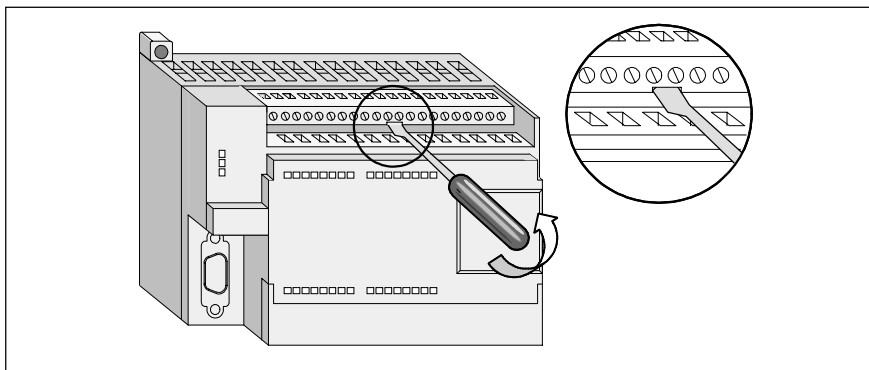

图 2-10 CPU 224 或 I/O 扩展模块的可拆卸端子连接器
采用可拆卸的端子连接器 (图 2-10) 可以保证当拆卸和重新安装 S7-200 CPU 和 I/O 模块时现场接线固定不变。
2. 如图 2-10 所示，把螺丝刀插入端子块中央的槽口中。